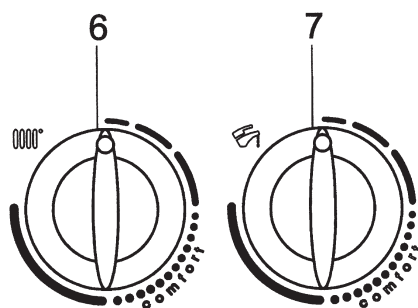

Fig. 22A
- 1) Turn the control knob 6 (figure 1) fully anti-clockwise to it minimum value as shown in figure 22A.
- 1) tourner le bouton 6 (figure 1) dans le sens inverse des aiguilles d’une montre et les mettre sur la valeur minimum comme le montre la figure 22A;
4.1) If there is no manual exit as described in point 4, after 5 minutes approx the “view parameters” function will be interrupted automatically. When automatic exit is tripped, the letter “d” will be displayed, alternating with the boiler flow temperature value. The display remains in this state until such time as the position of the knob 6 (figure 22A) is changed, or until the boiler is disconnected from the power supply.
4.1) Si la sortie manuelle décrite au point 4 n’est pas effectuée, la fonction “affichage paramètres” est interrompue automatiquement au bout de 5 minutes. Lorsque la sortie automatique a lieu, l’afficheur visualise la lettre “d” en alternance avec la valeur de la température d’amenée. Ce message reste affiché jusqu’à ce que l’on déplace la manette 6 (figure 22A) ou si l’on coupe l’alimentation électrique de la chaudière.